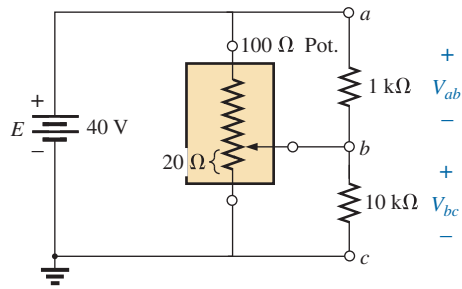

Figura 7.92 Problema 34.
\*34. Para o potenciômetro visto na Figura 7.92, responda:
- Qual a potência dissipada pelo potenciômetro usando-se as resistências de carga indicadas na Figura 7.92?